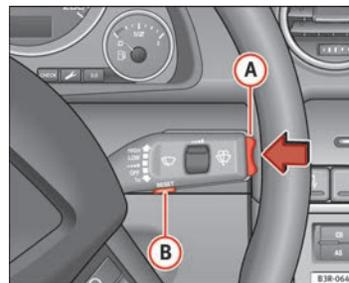

Fig. 60 Palanca del limpiaparabrisas: Elementos de manejo del ordenador de a bordo
Pulsando la tecla Reset (B) ⇒ fig. 60 se puede conmutar entre las funciones del ordenador de a bordo 1 y 2.
Bastará con pulsar brevemente el interruptor-selector de funciones o bien la tecla **Reset** ⇒ fig. 60 para borrar el aviso sobre la duración de viaje.
- Pulse la zona superior o inferior del conmutador-selector de funciones **(A)** ⇒ fig. 60. Se visualizarán una tras otra las funciones del ordenador de a bordo en los niveles de memoria correspondientes.